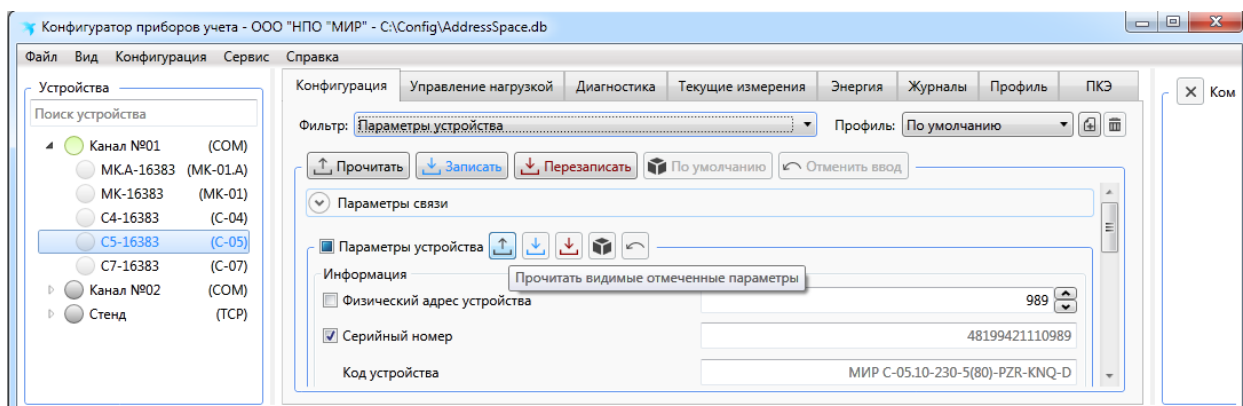

Рисунок 9.14 – Чтение части группы параметров счетчика
9.5.6.4 Объем чтения/записи можно уменьшить, если снять выделенные флажки в параметрах. Невыбранные параметры читаться/записываться не будут (рисунок 9.14).